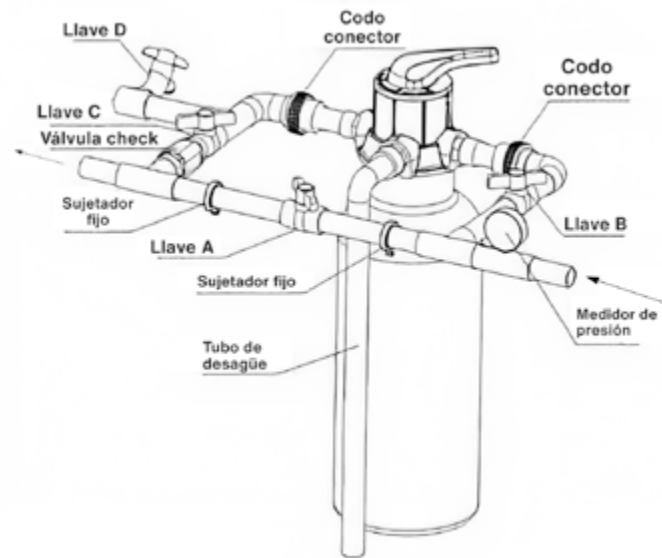

Figura 1-2
- Como lo muestra la Figura 1-2 se debe instalar un medidor de presión en la entrada del agua.